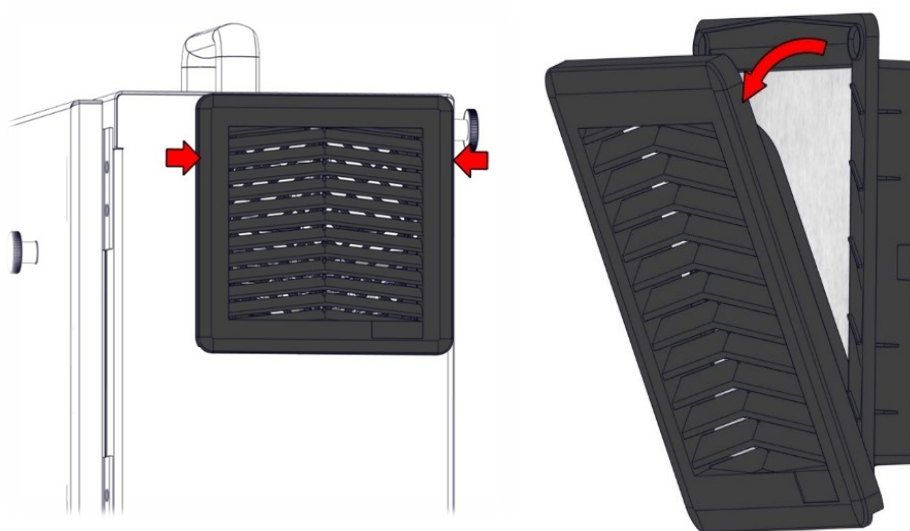

Figura 3.7. Sostituire i filtri dell'unità di controllo.
1. Rimuovere delicatamente il telaio di plastica esterno, tirando le frecce rosse mostrate nelle immagini sottostanti in figura 3.7. Il telaio è inclinato verso l'esterno.